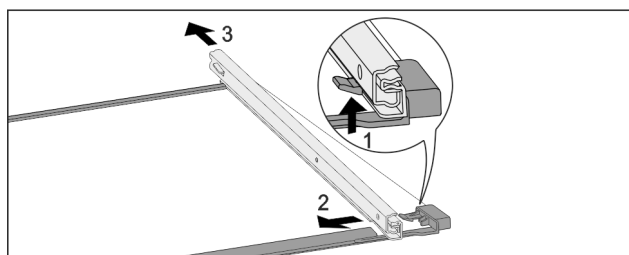

Fig. 179 Sklenená doska s koľajničkami
- Potlačte predný západkový hák nahor. Fig. 179 (1)
- Odsuňte vyťahovaciu koľajničku do strany Fig. 179 (2) a dozadu Fig. 179 (3).